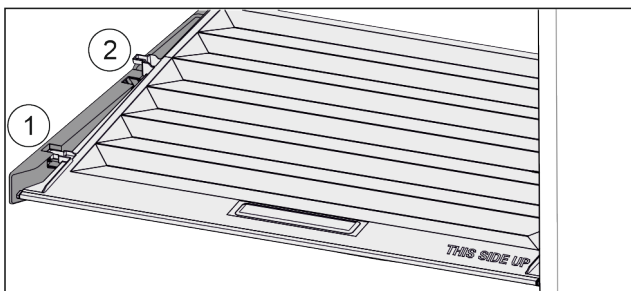

Fig. 36
- ▶ Потянуть крышку до отверстия в поддерживающих деталях вперед Fig. 36 (1).
- ▶ Поднять сзади снизу и извлечь Fig. 36 (2) движением вверх.